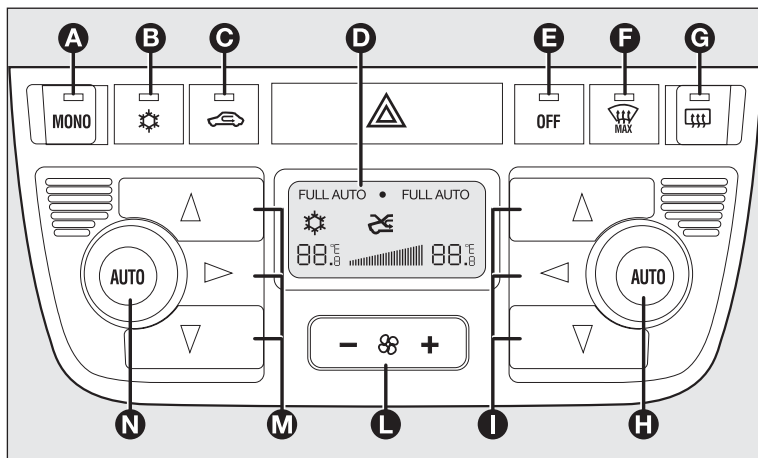

fig. 65
MANDOS fig. 65
Presionando el pulsador **MONO** se alinea automáticamente la temperatura y la distribución del aire de la zona de lado pasajero delantero con la del lado conductor y por lo tanto, se puede seleccionar la misma temperatura y la distribución entre las dos zonas girando el mando del lado conductor. Esta función facilita la regulación de la temperatura en el habitáculo cuando en el coche se encuentra sólo el conductor. Para volver al funcionamiento separado de las temperaturas y de la distribución del aire en las dos zonas del habitáculo, es suficiente girar el mando **H-fig. 65** o presionar el pulsador **MONO A** cuando el led del pulsador esté encendido.
- ☐ activación forzada (recirculación del aire siempre activada), señalizada con el led del pulsador **C**-fig. 65 y con el símbolo  en la pantalla;